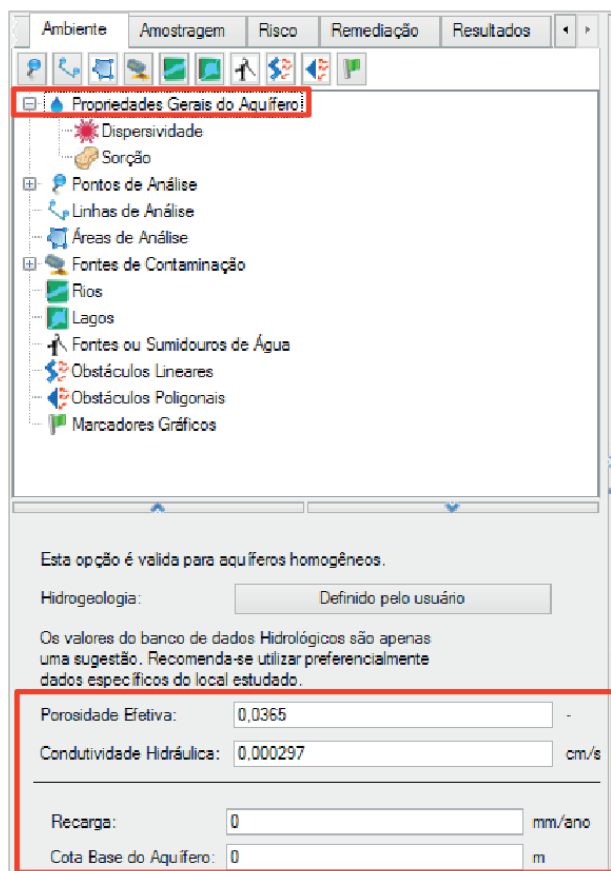

Figura 3.9 Determinando as propriedades gerais do aquífero por meio do módulo **Ambiente**.
- *Propriedades Gerais do Aquífero:* Nesta seção são inseridas as informações da porosidade efetiva e condutividade hidráulica representativas da área de interesse. Neste exemplo será considerado que a área apresenta características homogêneas para a porosidade efetiva e a condutividade hidráulica (Figura 3.9).